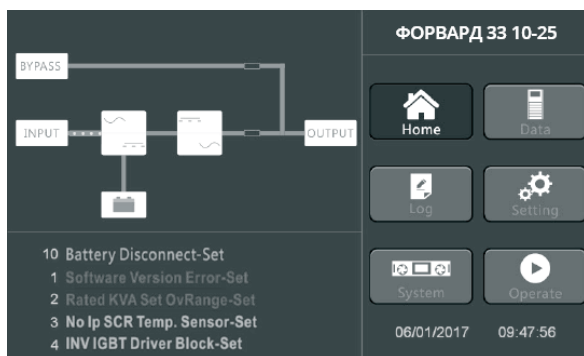

Рис. 5-1 Включение выпрямителя
4. На дисплее отобразится включение выпрямителя системы и индикация питания на входе выпрямителя (см. рисунок 5.1).